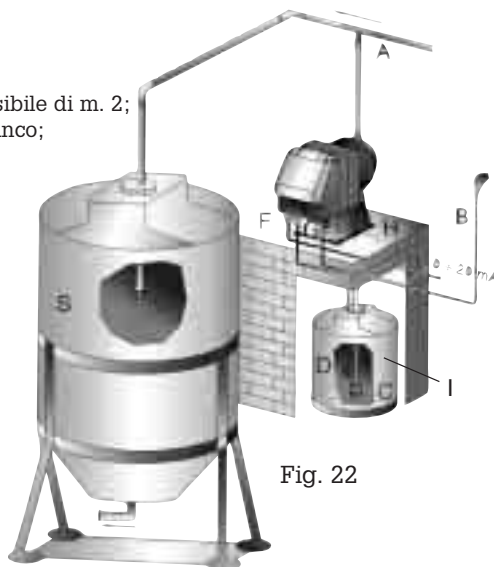

Fig. 22
9.2 - SCHEMA DI IMPIANTO TIPICO (Fig. 22)